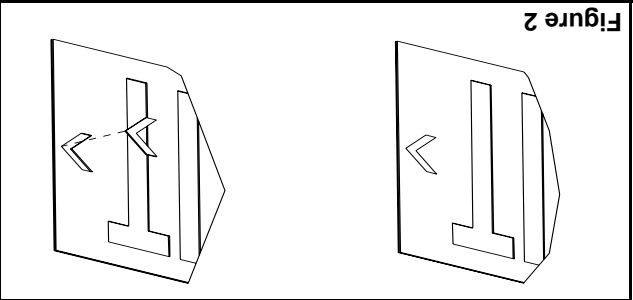

Figure 2
- Découper les flèches; soutenir la face découpée avec deux morceaux de bois et pousser doucement sur les flèches à partir de l'arrière de la plaque à l'aide d'un tournevis (voir fig. 2).